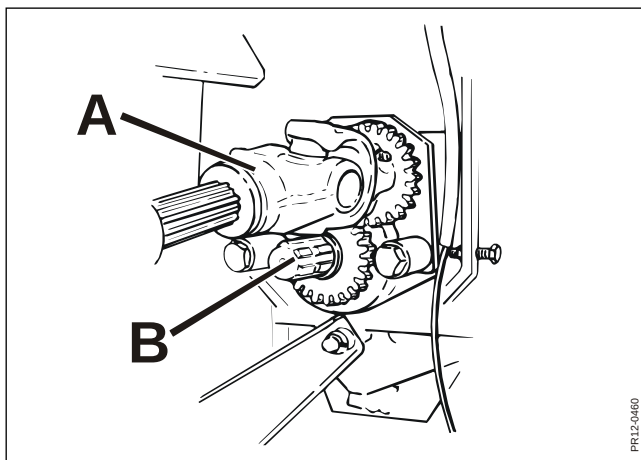

Fig. 6-7
- Fig. 6-7** 2) Flyt KO-akslen **A** til rotoren til den alternative tap i **pos. 1**, hvor tandhjulene ikke går i indgreb. Derved drives rotoren ikke.
- Fig. 6-7** 4) Efter endt reversering frakobles kraftudtaget igen, og når rotoren står helt stille flyttes KO-akslen **A** til rotoren tilbage til tappen **B** for drev af rotoren.